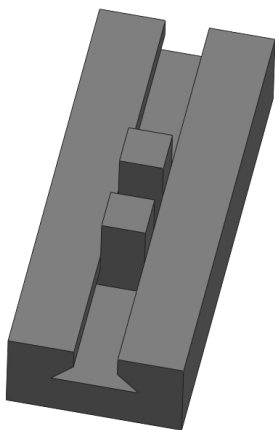
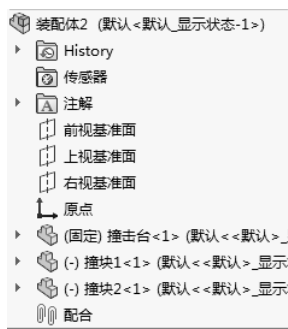

图 11-42 打开的文件实体
图 11-43 FeatureManager 设计树
1) 打开文件实体，如图 11-42 所示，装配体的 FeatureManager 设计树如图 11-43 所示。